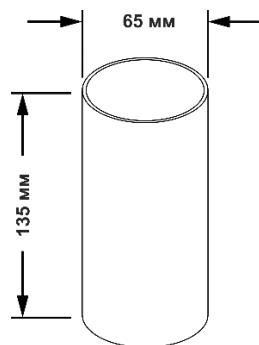

Рис.4 Естафетна паличка
1. Естафетна паличка – білий циліндр, виготовлений з картону товщиною 2 мм. (Рис.4)